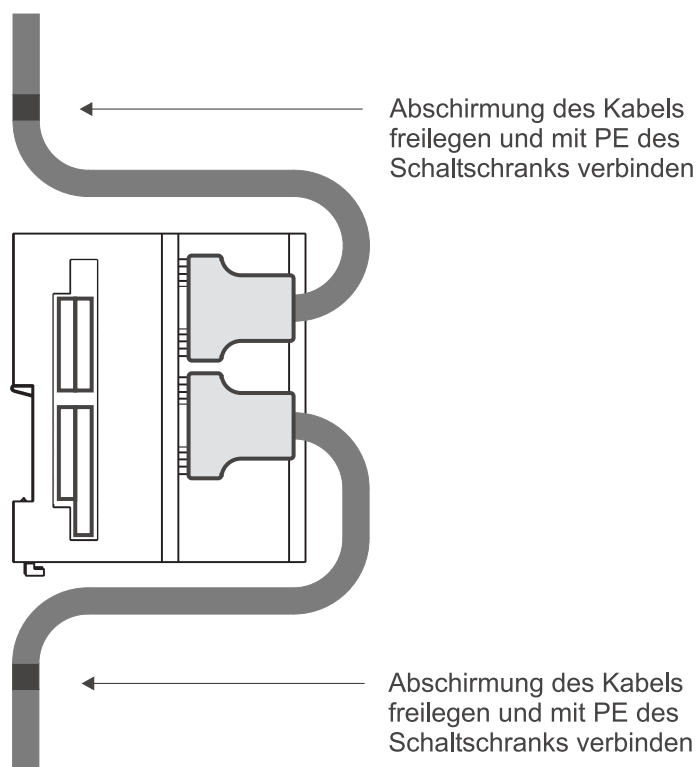

Abbildung 14: Kabelführung
- ▶ Verlegen Sie die Anschlussleitungen nach den Vorgaben in ▶Abbildung 14◀. Die Abschirmung des Kabels muss zuerst freigelegt werden. Die Länge der freigelegten Abschirmung soll der Breite der Befestigungsschelle entsprechen. Das Kabel wird mit der Schelle so befestigt, dass eine Verbindung zwischen Abschirmung des Kabels und PE des Schaltschanks besteht.